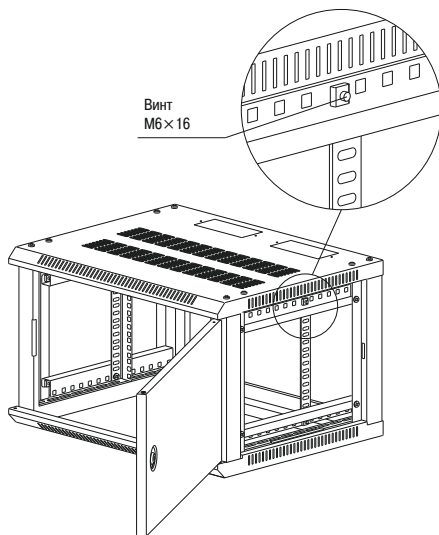

Рисунок 14
3.4 Вставьте кузовные гайки в планки на нужной глубине шкафа и закрепите монтажные профили на планках винтами М6×16 (рисунок 14).